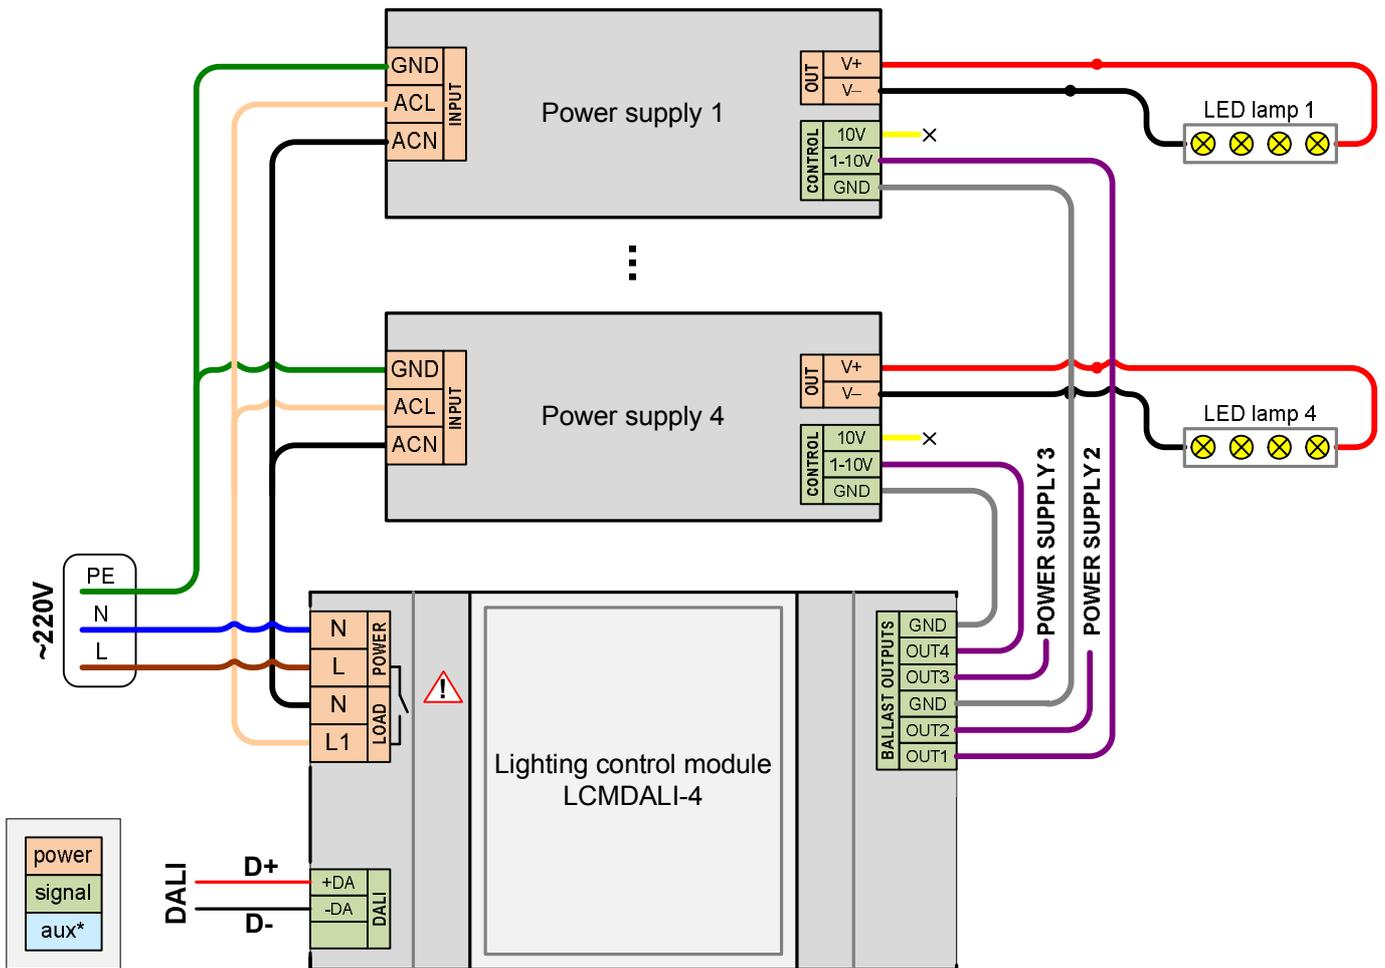

Рисунок 2. Типовая схема подключения
5. Типовая схема подключения, см. рисунок 2.